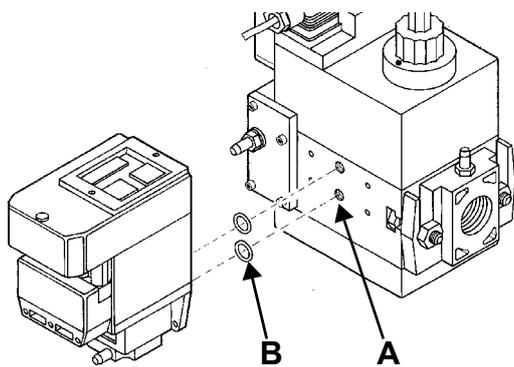

Рис. 9
- 2). снять крепежные винты группы Multibloc (Рис. 9-А)
- 3). вставить уплотнительные кольца (10,5x2,25) в VPS 504 (Рис. 10-В, Рис. 9-В)
- 4). закрутить 4 винта блока контроля герметичности (M4x16) Рис. 9-С.